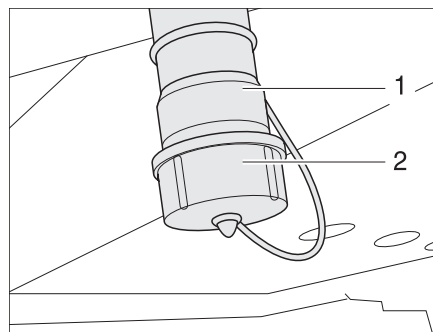

Bild 243 Avloppsöppning
Till avloppsöppningen (Bild 243,3) kan en slangledning anslutas.
- Vrid locket (Bild 243,4) på avloppsöppningen (Bild 243,3) ett kvarts varv medurs och tag bort det.